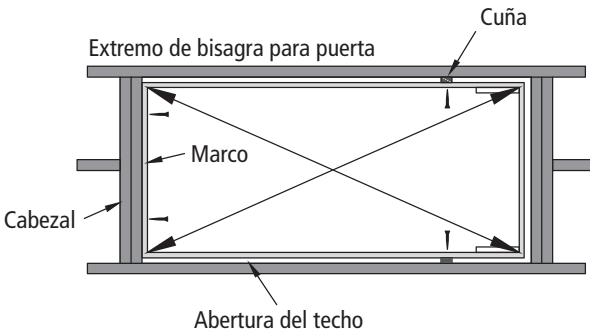

FIGURA 7
F. Asegúrese que el marco en el lado de la bisagra de la escalera este presionado contra el cabezal y que este centrado de lado a lado en la abertura del techo; asegure temporalmente el marco al cabezal usando pijas de 2 1/2" (Figura 7). No use los agujeros pre-perforados. Los agujeros pre-perforados serán usados en el Paso 2.
G. Abra cuidadosamente la puerta de la escalera de ático pero sin desdoblar la sección para escalar hasta que se indique en el paso 3. Centre y cuadre el lado opuesto del marco de la escalera de ático en la abertura del techo utilizando cuñas. Asegúrese que el marco de la escalera haya sido cuadrado correctamente tomando dimensiones diagonales en el marco hasta con 1/8" de diferencia entre ellas. (Figura 7).
H. Asegure los costados del marco a las vigas del techo con pijas de 2 1/2" en la posición de las cuñas (Figura 7). No utilice los agujeros pre-perforados para las pijas. Agujeros pre-perforados se serán usados en el Paso 2.